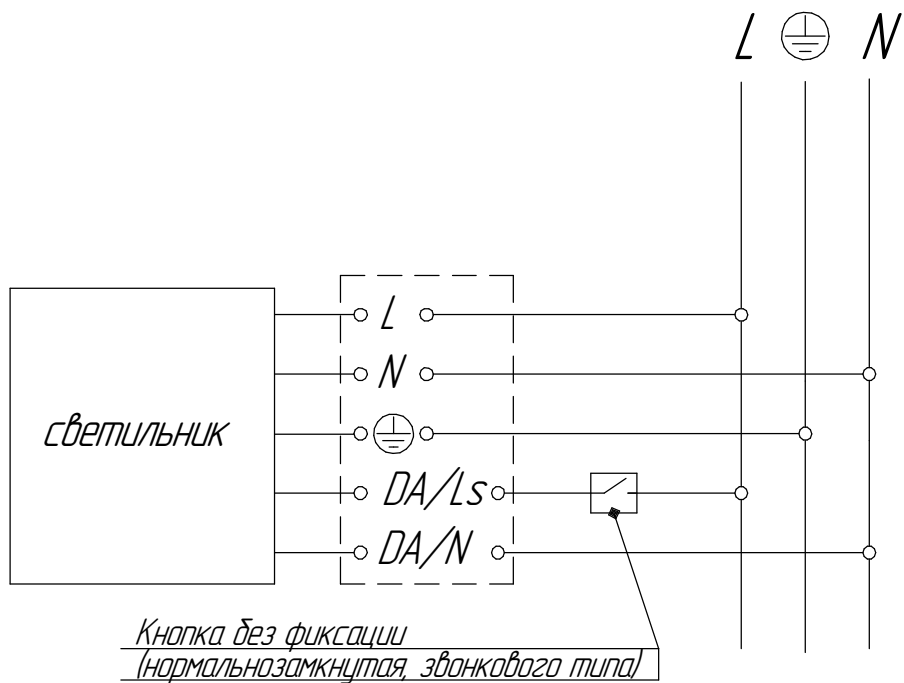

Рисунок 8 - Схема подключения светильника с функцией диммирование касанием к электрической сети.
5.8 Светильники с управлением по протоколу DALI дополнительно имеют функцию диммирование касанием. Данная функция реализуется путем прямого подключения кнопочного выключателя (выключатель должен быть обязательно без фиксации) к светильнику по схеме, приведённой на рис. 8.